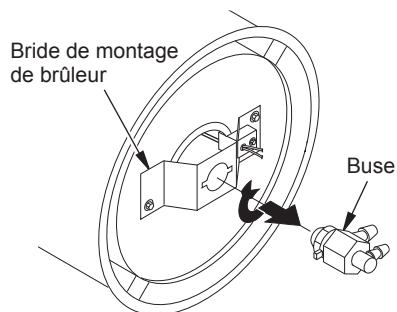

Figure 22 - Dépose de la buse, tous modèles
4. Tournez la buse d'un quart de tour vers la gauche et tirez-la vers le moteur pour l'enlever (voir Figure 22).
10. Fixez la buse à l'attache de la bride de montage de brûleur (voir Figure 22).